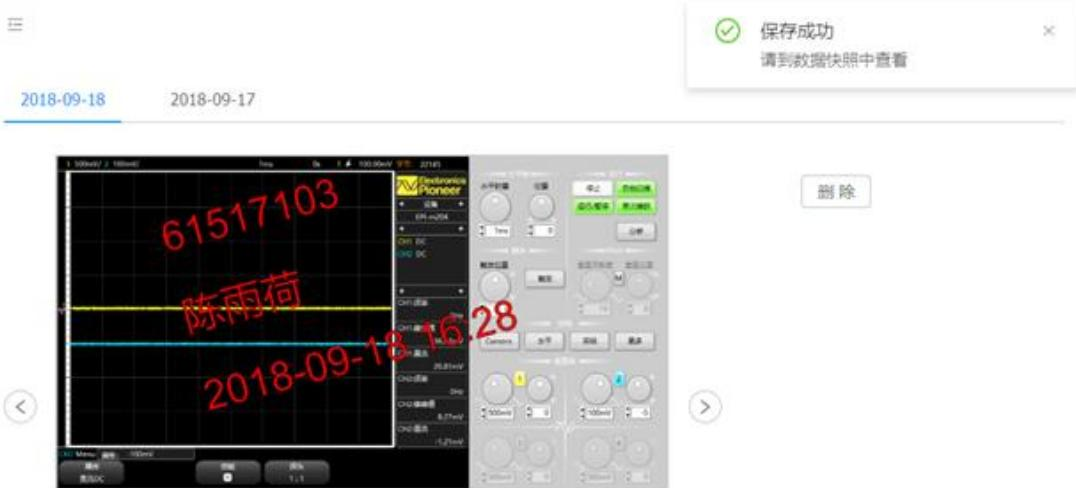

图 6-2
- 如果绑定用户与当前登录用户不同，会弹出提示，如果坚持保存，截图的水印为实验箱绑定的用户，且水印为红色，如图 6-2 所示。